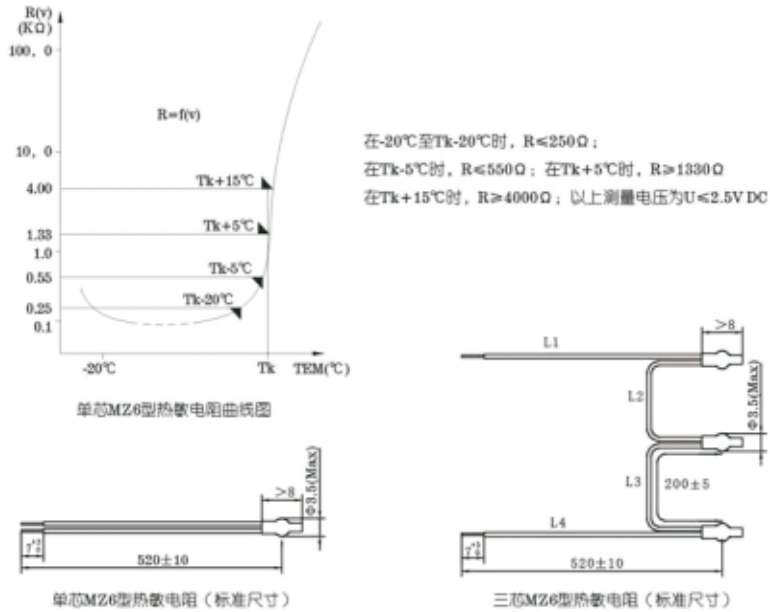

图4-1 热敏电阻特性
4. 2、电机过热保护：热敏电阻特性如图4-1所示。在10V和AI1间接入10K电阻，再把热敏电阻两端分别接入AI1和GND，当AI1的电压值大于F7.16时则报电机过热保护(PIDE故障)，当AI1电压值低于F7.16-7.18时电机保护取消。热敏电阻特性如下图所示，此型号热敏电阻TK=140度，在TK处时AI1电压值应为0.91v，在TK+5时AI1电压值应为1.17v。F7.16默认值为1.00v，故默认电机保护值在140~145度之间，可以根据现场要求修改该值。